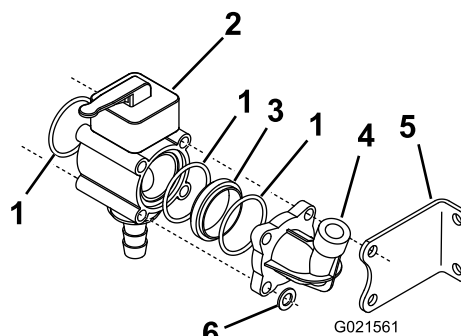

Figure 7
9. Placez des rondelles sur les tiges qui ne traversent pas le support gauche et vissez un contre-écrou sur le bout gauche de chaque tige (Figure 7).
10. Préassemblez le collecteur de vanne manuelle en utilisant la vanne manuelle, un joint torique, un adaptateur (pris dans les pièces détachées), un joint torique et la prise de manomètre déposés précédemment (Figure 7).
12. Placez une rondelle et 2 écrous de blocage sur le bout droit de chacune des 4 tiges filetées pour fixer l'adaptateur réducteur au bloc de vannes de dérivation de rampe (Figure 7).